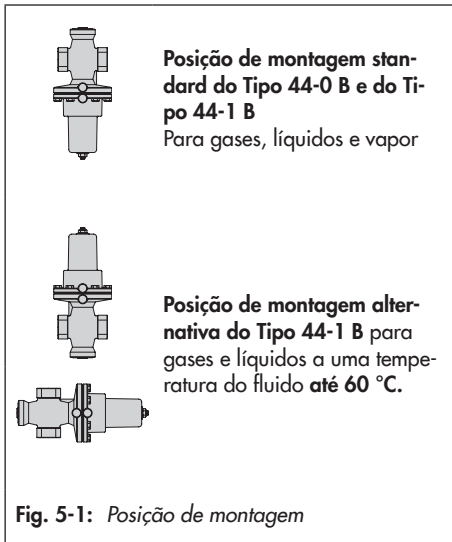

Fig. 5-1: Posição de montagem
- Instale a caixa do atuador do **Tipo 44-0 B** suspensa para baixo nos tubos horizontais (consulte Fig. 5-1).
- Instale o **Tipo 44-1 B** a temperaturas do fluido abaixo de 60 °C em qualquer posição. A temperaturas do fluido acima de 60 °C, instale-o com a caixa do atuador suspensa para baixo nos tubos horizontais (consulte Fig. 5-1).